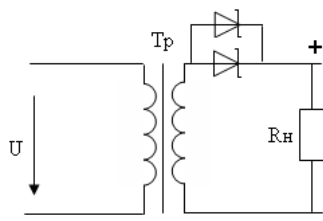

Рисунок 1. Схема однополупериодного выпрямителя
- Составляем схему выпрямителя. Смотри рисунок 1.